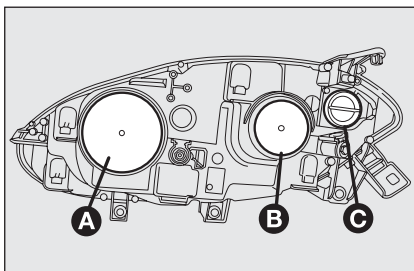
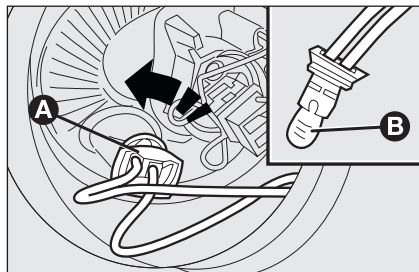

fig. 22
fig. 24
GRUPPI OTTICI ANTERIORI fig. 22
- rimuovere il coperchio di protezione **B**-fig. 22;
- rimontare correttamente il coperchio di protezione **A**-fig. 22.
- rimuovere il coperchio di protezione **A-fig. 22**;
- ruotare in senso antiorario il portalam-pada **A-fig. 24** e sfilarlo;
- rimontare la nuova lampada, inserire nuovamente il portalam-pada **A-fig. 24** quindi rimontare correttamente il coperchio di protezione **B-fig. 22**.
- rimontare correttamente il coperchio di protezione **B-fig. 22**.
- ruotare in senso antiorario il coperchio di protezione **C-fig. 22**;